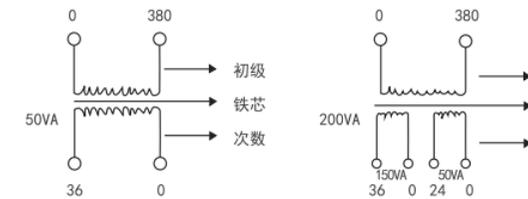

图1 单独绕组
1. 购买前先估算好您所使用的电器总容量，参考图1-图4的结构，选用留有一定容量的变压器，确保瞬时启动时不烧坏变压器。
1. 变压器的型号、规格、容量、初、次级电压及次级电压的容量公配或参考图1-图4的举例来选择适合自己自己的产品。
- (1) 变压器按其容量、电压的不同分成各种不同的规格，但均为单相多绕组、初、次级互相分开绕组的变压器。
- (2) 照明变压器是由控制变压器和钢板外壳组成，其外壳有输入电源和负载电源的接线柱或电源进出线孔，并有可靠接地螺钉。
- (3) 本系列变压器的线圈，当初次级只有一个绕组时，可担负全部额定容量；若有多个绕组时，则按各绕组应承担负载的容量分配；但各绕组的容量之和不得超过总容量。见图1、图2、图3、图4。
- (1) 例如图1，BK、JBK、BKC、JMB、BJZ、SG、BZ-50型容量50VA，输入电压380V，输出电压36V。因为初、次级只有一个绕组，所以它可以担负全部容量50VA。